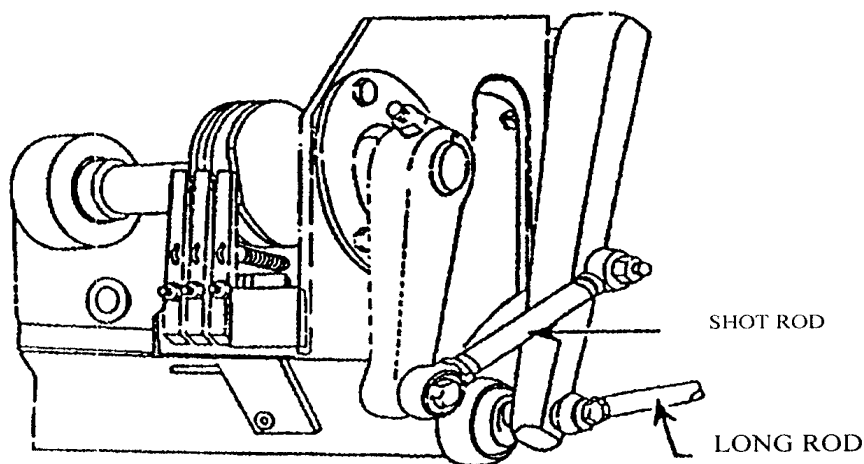
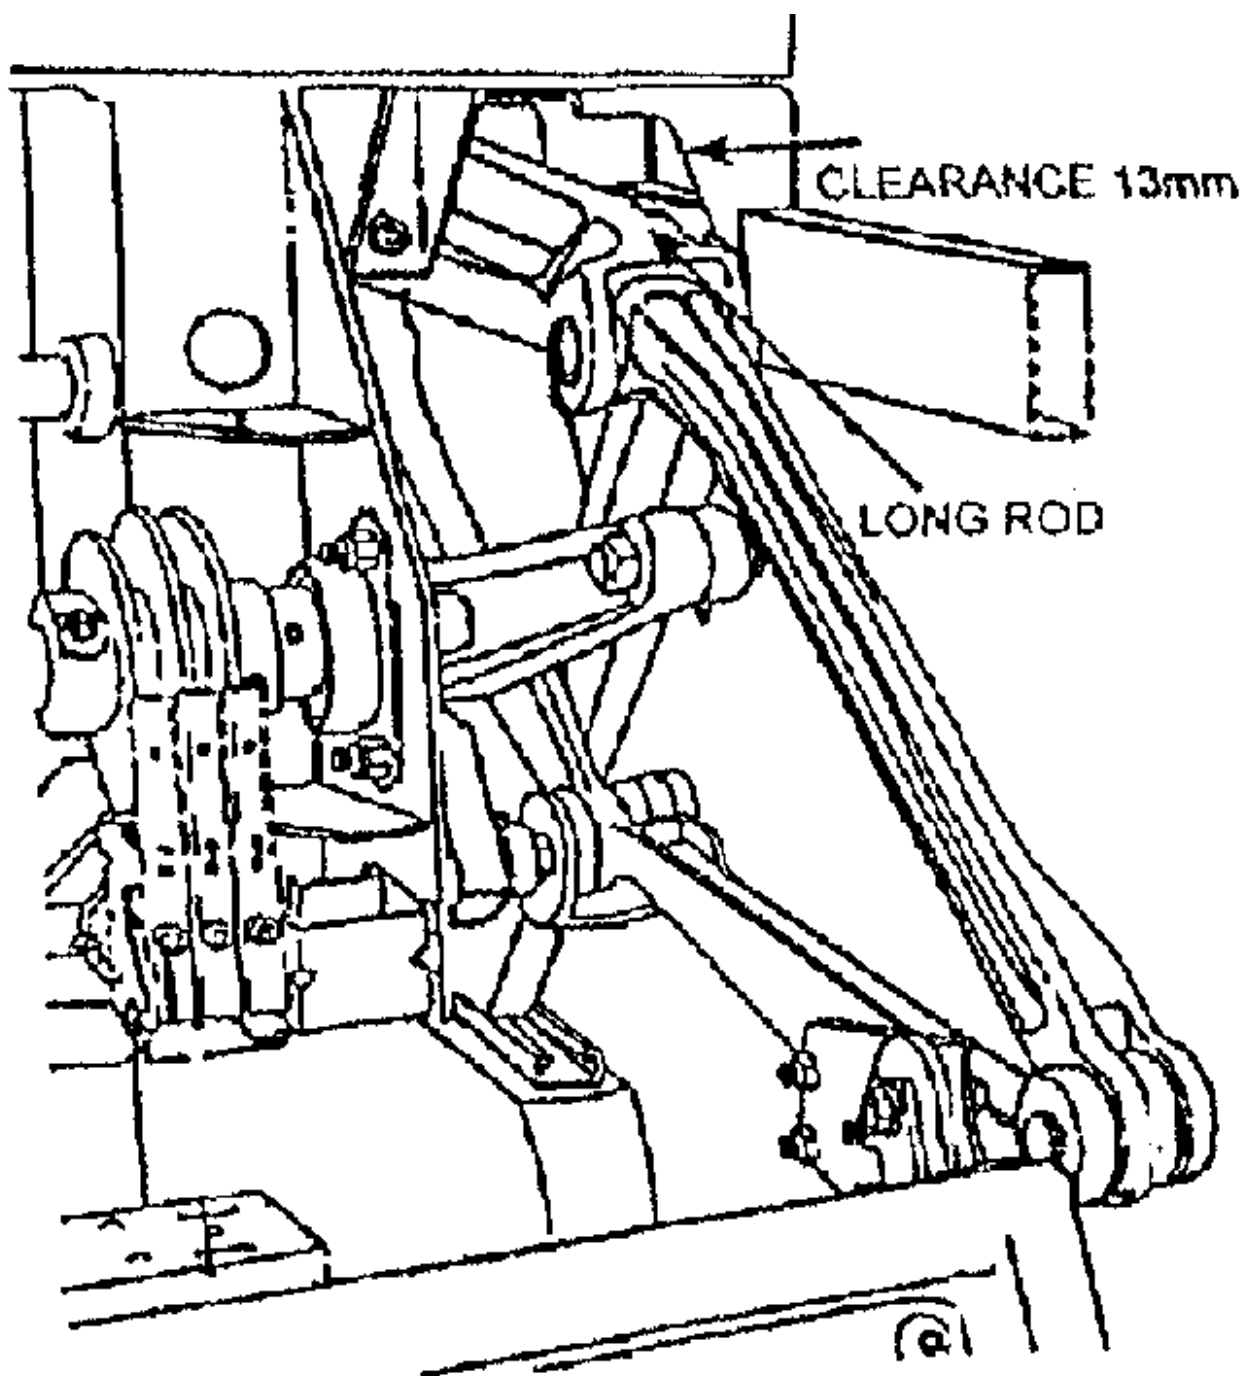

Рисунок 16
Рисунок 17
- (1) Отрегулируйте короткую приводную штангу так, чтобы расстояние от центра до центра составляло 257 мм (рис. 16)
- (2) Затяните контргайки.
2. Отрегулируйте длину длинной приводной штанги (рис.16) так, чтобы ширина зазора между приводным устройством механического захвата (рис.17) и рамой машины составляла примерно 12,7мм.
соответствующее отверстие. Если же это не происходит, то необходимо увеличить длину соединительной штанги (рис.16). Не увеличивайте плечо рычага до максимально допустимого размера, т.к. возникает опасность, что под напряжением механический захват может заскочить в заборные отверстия для кеглей.
Для достижения нужного зазора Вам, возможно, понадобится еще раз отрегулировать длину длинной приводной штанги (рис.16). 7. Запустите машину и проследите работу захвата. Возможно, вам понадобится повторно произвести наладку кулачков механического захвата.